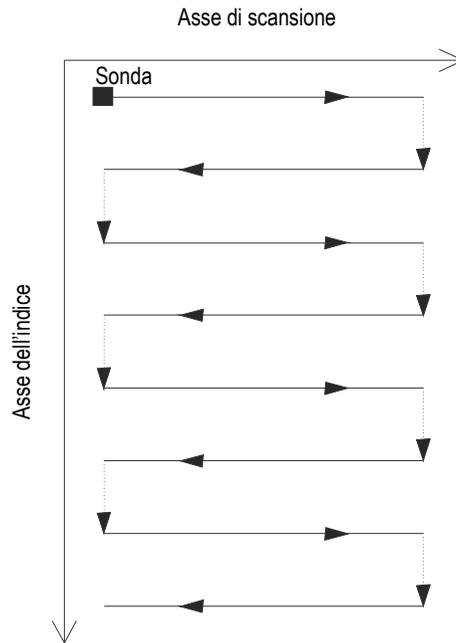

Figura 5-4 Scansione di superficie bidirezionale
Una scansione di superficie si avvale di due assi: (1) l'asse di scansione, che rappresenta l'asse meccanico delle linee di scansione e (2) l'asse dell'indice che rappresenta l'asse meccanico di movimento tra le linee di scansione. Alla fine di ogni scansione lungo l'asse di scansione viene aggiunto un incremento. L'acquisizione dei dati viene effettuato in entrambe le direzioni, in avanti e indietro, lungo l'asse di scansione, come mostrato nella Figura 5-4 a pagina 164.